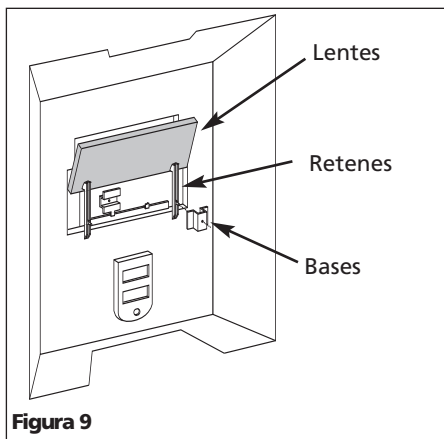

Figura 9
3. Conecte los soportes a los pasadores de los retenes (Vea la Figura 9).